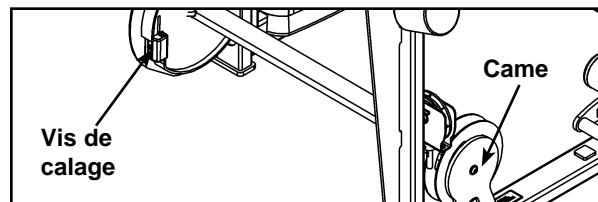

Figure 1
- Faites pivoter la came et détachez la courroie de pile de poids de la came (en desserrant les deux vis de calage situées sur la pince de courroie à l'aide d'une clé Allen de 7/32 po). Reportez-vous à la figure 1.
- P. Rattachez la courroie de pile de poids (retirée à l'étape 4D) à la pince de courroie de la came. Reportez-vous à la figure 1.